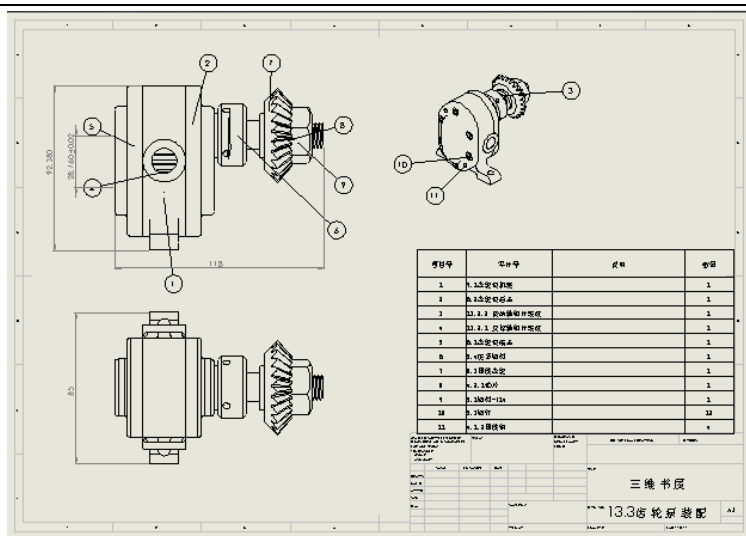

图 15-58 标注尺寸
❶ 为视图创建装配必要的尺寸，单击菜单栏中的“工具”→“标注尺寸”→“智能尺寸”命令，或者单击“注解”工具栏中的“智能尺寸”按钮，标注视图中的尺寸，最终得到的结果如图 15-58 所示。